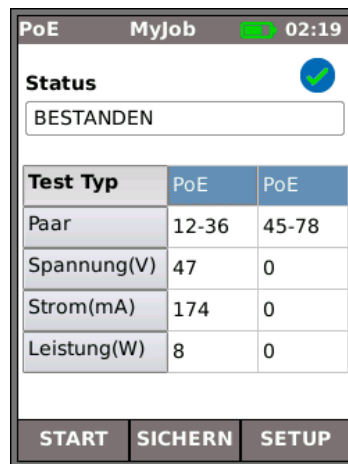

Abb. 41
Ist das Display-Handgerät mit einem Port verbunden, stellt es automatisch die PoE-Spannung fest (sofern vorhanden). Außerdem wird bei Durchführung eines PoE-Tests eine ohmsche Last angelegt und die am angeschlossenen Port verfügbare Leistung gemessen. Das SignalTEK II identifiziert die stromführenden Paare und zeigt Spannung(V), Strom(mA) und Leistung(W) an. Der Ergebnisbildschirm des PoE-Tests (Abb. 41) zeigt, dass Paare eins und zwei sowie drei und sechs 11 Watt führen. Der getestete Port kann Geräte versorgen, die bis zu 11 Watt benötigen.